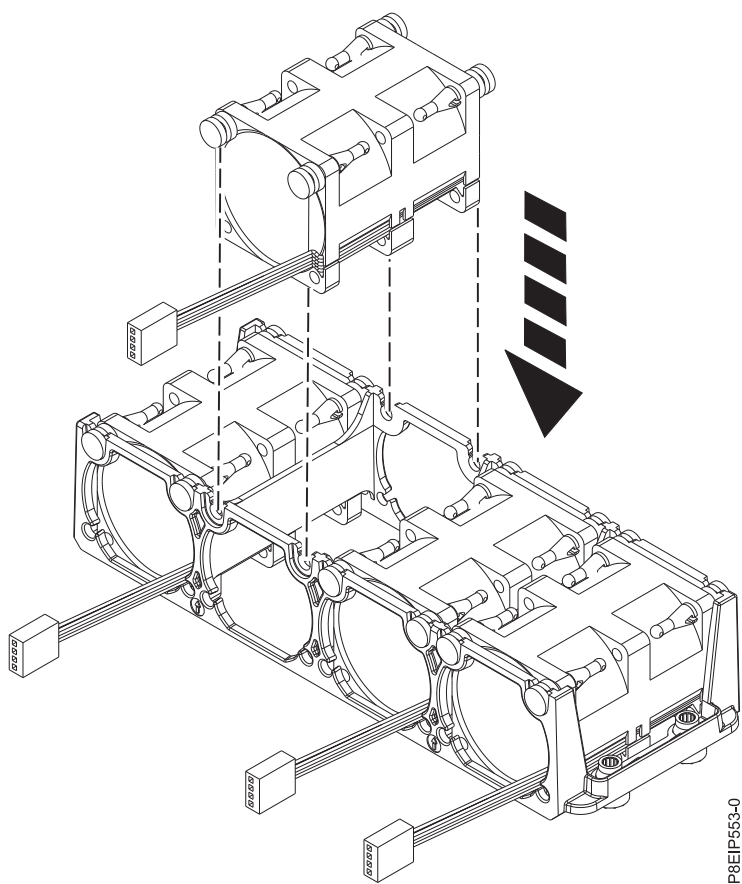

図 19. ファンの再取り付け
2. ファン・ホルダーを持ち上げた状態で、ファンをハウジング内に押し込みます (24 ページの図 19 を参照)。ファンの支柱とファン・ホルダーのスロットを位置合わせします。